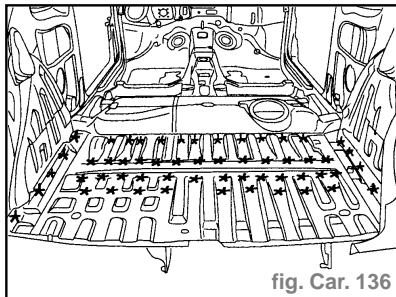

fig. Car. 136
- Découper par fraisage des points (fig. Car. 136).